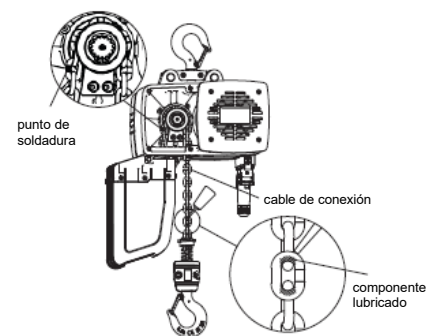

Imagen 5
- 7 Montaje y lubricado de la cadena de carga (Imagen 5)